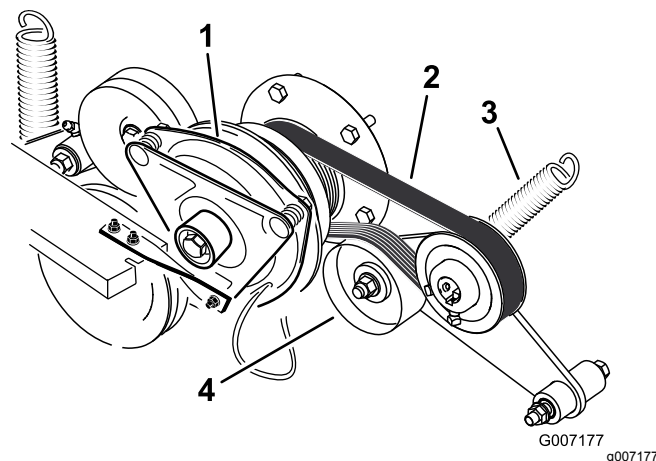

Figura 94
3. Retire el muelle del brazo de la polea tensora (Figura 94).
4. Instale la correa nueva alrededor de la polea del motor y de la bomba hidráulica (Figura 94).
6. Instale el muelle en el brazo tensor (Figura 94).